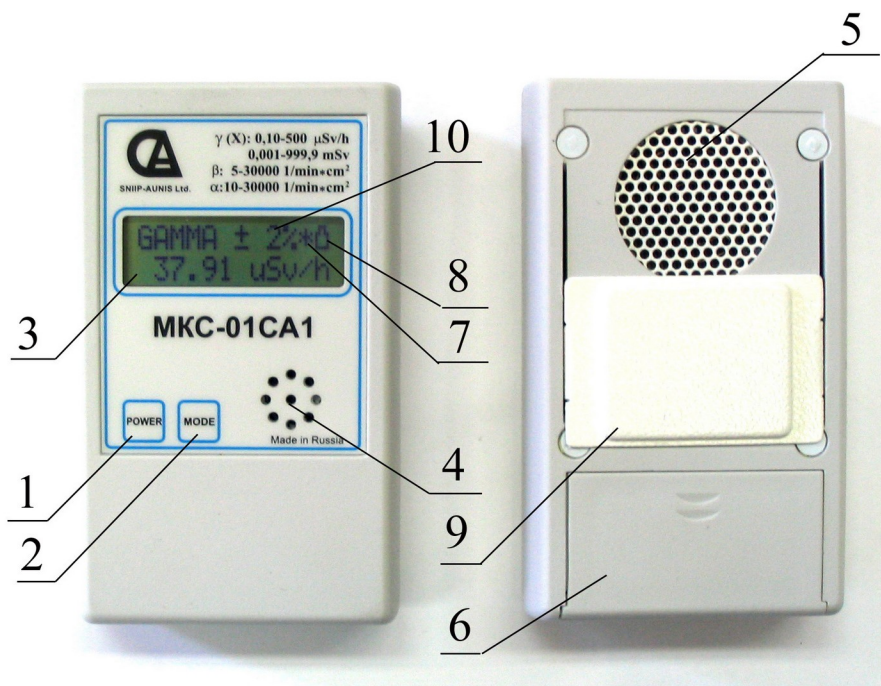

Рис.1. Органы управления МКС-01СА1Б
- 9 - Передвижной экран, фиксируется в крайних положениях, соответствующих выбранному режиму работы. В режиме «**БЕТА**» и «**АЛФА**» -экран открыт (нижнее положение, как показано на Рис.1), в режиме «**ГАММА**» -экран закрыт (верхнее положение)
Индикация разряда элементов питания - при разряде элементов питания до напряжения 1,6В на дисплее в правом верхнем углу появляется символ в виде цилиндрического элемента питания (Поз.8 на Рис.1).
Прибор циклически каждую секунду выполняет процесс оценки и уточнения результатов измерений с индикацией на дисплее (Поз.10 на Рис.1) текущей статистической погрешности (δ) в доверительном интервале 0,95. В неизменном (стационарном) поле ионизирующего излучения показания прибора с течением времени непрерывно усредняются и уточняются. Одновременно с этим уменьшается значение погрешности δ от $\pm 99\%$ до $\pm 1\%$.
- снять крышку отсека питания (см. рис. 1);
- закрыть входное окно детектора экраном (см. Рис.1);
- включить питание прибора (однократно нажать и отпустить кнопку «**POWER**»). При включении на дисплее в течение 2 секунд появляется реклама изготовителя: «**МКС-01СА1**» и тел. «**(499) 198 97 91**»
- открыть входное окно детектора, сдвинув экран (см. Рис.1) в нижнее положение;